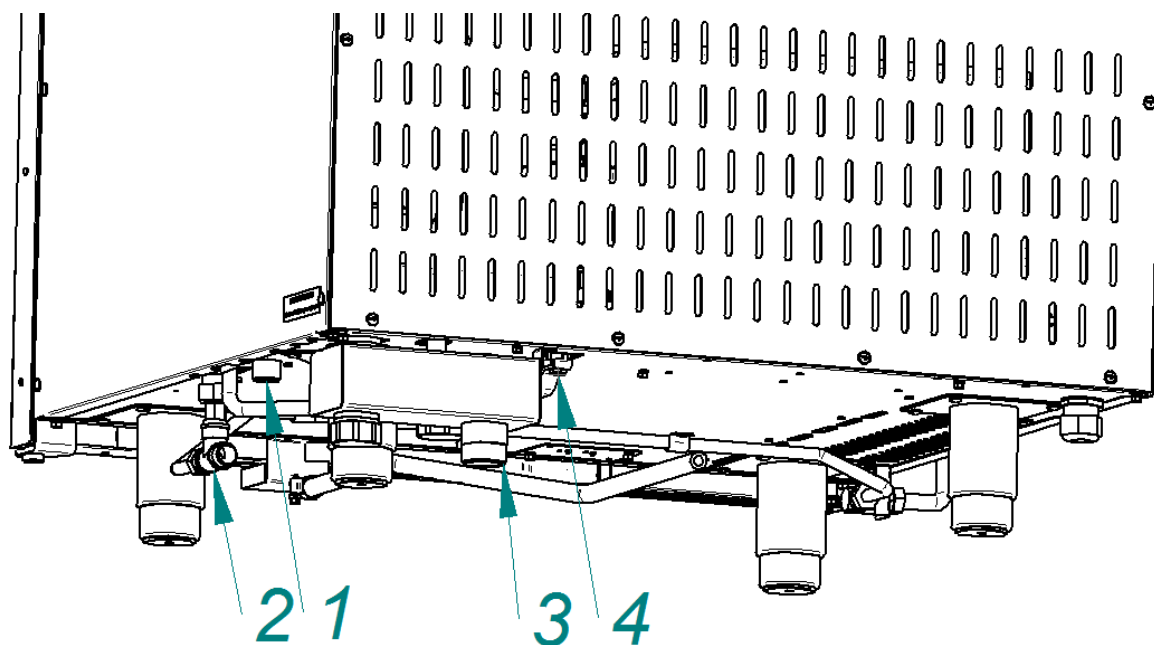

Рис. 4. Подключение к системе водоснабжения
- G3/4 (см. рис. 4 поз. 1 (наружная резьба)) – бойлер. Воду подвести только через систему фильтрации;
- G1/2" (см. рис. 4 поз. 2 (наружная резьба)) – душевому устройству и охлаждение коллектора. Допускается подключать к не фильтрованной воде
- подключить пароконвектомат к системе канализации, используя шланг, входящий в комплект поставки - подключение через штуцер с резьбой G1¼" рис. 4 поз. 3. К канализационной сети следует предусматривать присоединение с разрывом струи не менее 20 мм. от верха приемной воронки (СНиП 2.04. 01-85 п. 17.11. см. рис. 11).